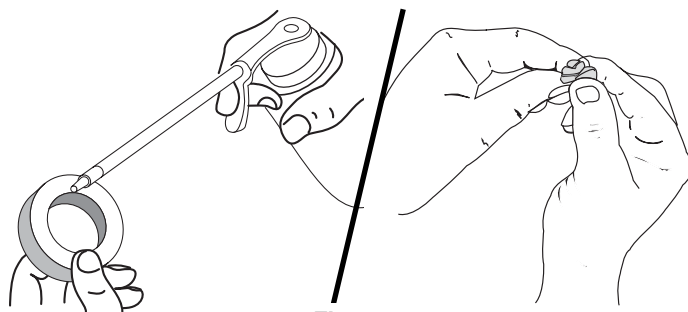

Fig. 15
4. Appliquez assez d'huile propre SAE 30 pour enduire légèrement le filtre (Fig. 15).
5. Pressez le filtre pour répartir et drainer l'excédent d'huile (Fig. 15).